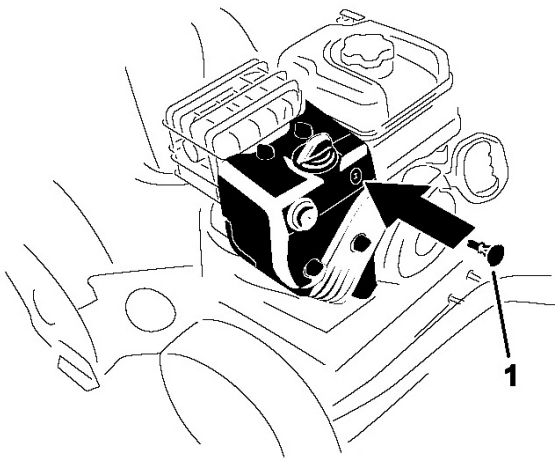

Рисунок 19.
3. Вставьте ключ зажигания (рис. 19).